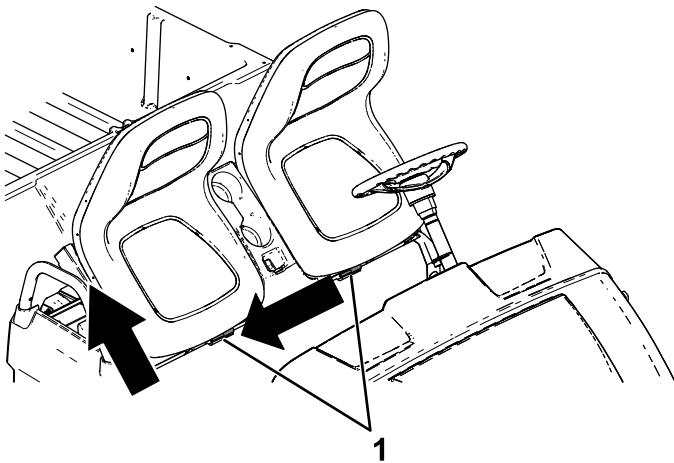

Figura 31
2. Deslice el conjunto de asientos hacia un lado hasta que se desenganchen los pasadores, y levante el conjunto de asientos hacia arriba (Figura 31).